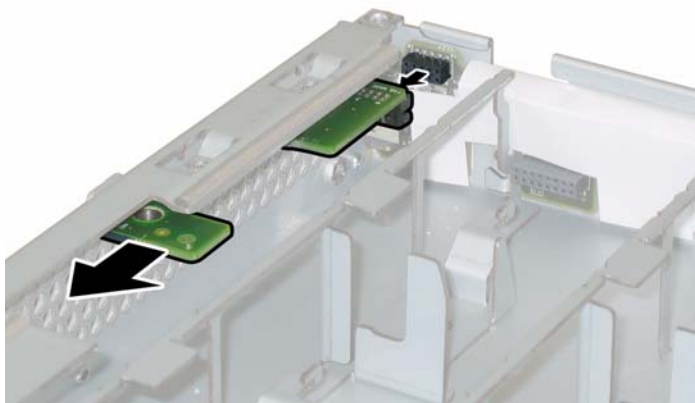

图 3-26 拆卸前面板指示灯板
b. 用右手支撑指示灯板，同时用左手将指示灯板轻轻地推向机箱的中央，使其从前面 I/O 板上断开。请参见图 3-26。